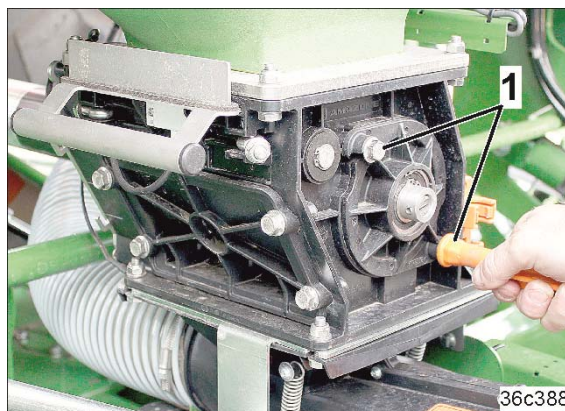

Fig. 230
- 3.1 Løsne to skruer (Fig. 230/1) ikke skru de av.